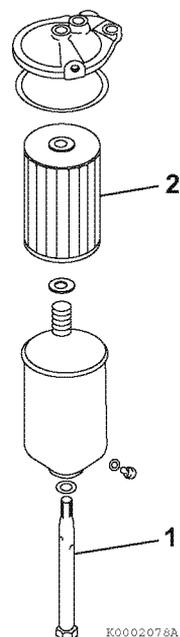

Figura 1
2. Retire el perno central (1, **Figura 1**) de la parte inferior del filtro y saque el elemento de filtro (2, **Figura 1**).
3. Sustituya el elemento por uno nuevo y apriete el perno central (1, **Figura 1**).